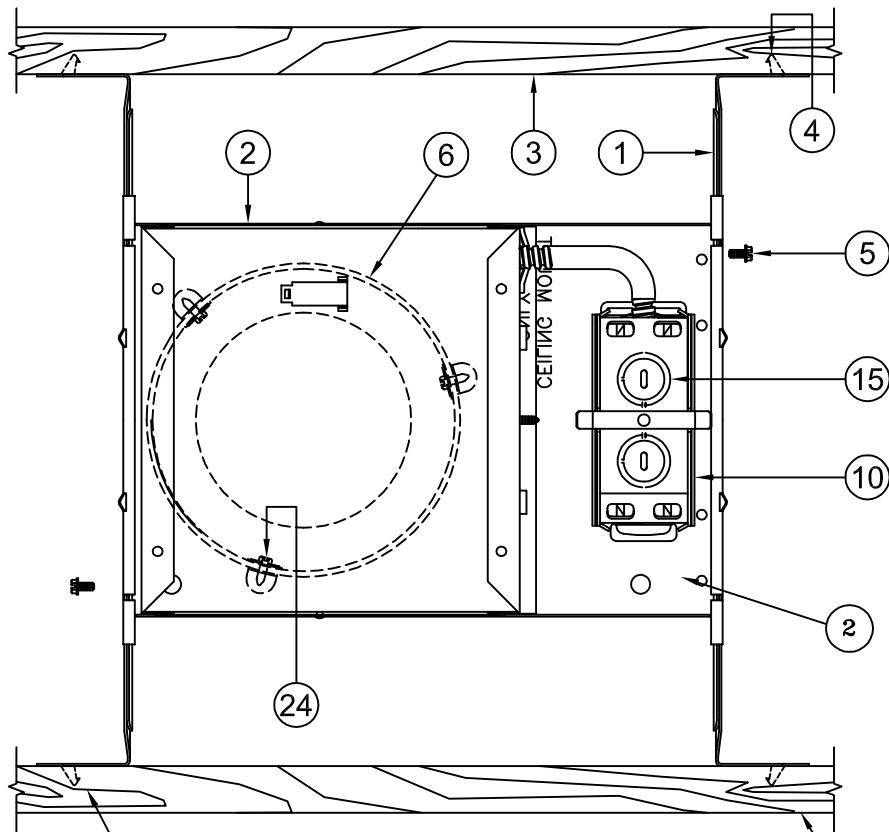

Fig. 1
- 1.- Slip Bar Hangers (1) through Slots in Plaster Frame (2). Hold Frame (2) in desired position between Joists (3) and drive Bar Hanger Tabs (4) into Joists. Use Nails through Holes in Bar Hanger ends for additional support if required. Install Bar Hanger Locking Screws (5) in ends of Plaster Frame (2) to prevent lateral movement of Plaster Frame. (See Fig.1 and 2)
1.- Introduzca los colgadores de barra (1) en las ranuras en el armazón enyesado (2). Mantenga el armazón enyesado (2) en la posición deseada entre las viguetas (3) y clave las pestañas de colgadores de barra (4) en las viguetas. Clave por los agujeros en los cabos de colgadores de barra para proporcionar soporte adicional cuando sea necesario. Enrosque los tornillos de seguridad de colgadores de barra (5) en las extremidades del armazón enyesado (2) para evitar algún movimiento lateral del armazón de enyesado. (Vea Fig. 1 y 2).
1.- Introduisez les barres de suspension (1) dans les rainures du cadre en plâtre (2). Tenez le cadre (2) dans la position désirée entre les solives (3) et clouez les pattes de barres de suspension (4) dans les solives. Enfoncez des clous dans les trous aux bouts des barres de suspension pour offrir plus de support s'il le faut. Vissez les écrous de sûreté de barre de suspension (5) dans les bouts du cadre en plâtre (2) pour éviter la possibilité de mouvement latéral du cadre en plâtre. (Voir Fig. 1 et 2).